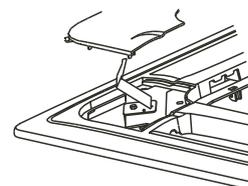

Fig.4-14
- Afloje los tornillos, levante las 4 cubiertas que hacen esquina y apártelas. (vea la Fig.4-14)
- 5) Ajuste el panel en el sentido de la flecha Fig. 4-14 ligeramente para centrar el panel en la abertura del techo. Garantice que estén bien fijados los ganchos de las cuatro esquinas.